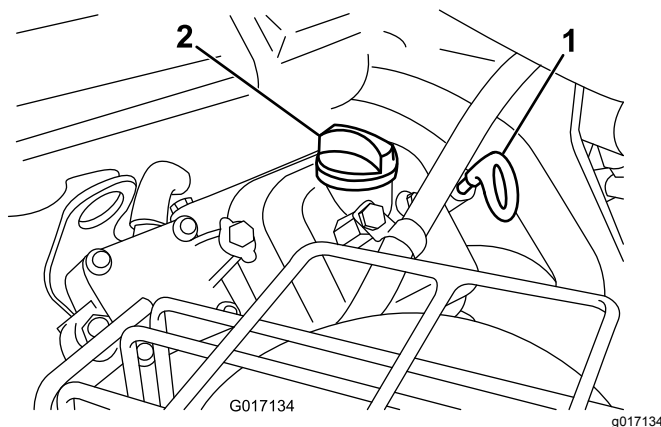

Figura 37
3. Introduzca la varilla en el tubo y enrósquela en el tubo (Figura 37).